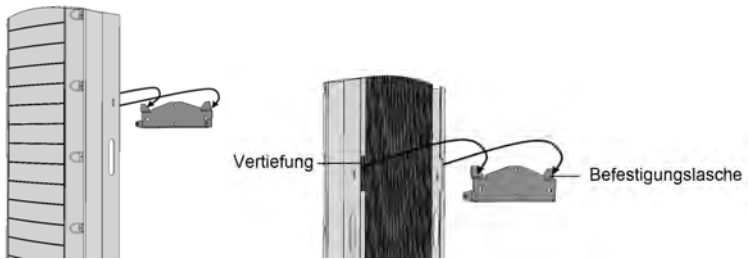

Abbildung 9: Aufhängen des Wechselrichters auf der Halterung
- Stellen Sie sicher, dass sich die flache Kante der Halterung wie in *Abbildung 9* unten befindet.
5. Hängen Sie den Wechselrichter auf die Halterung (siehe *Abbildung 9*): Heben Sie den Wechselrichter seitlich, oder halten Sie ihn unten und oben fest, um das Gerät in die Halterung einzuhängen.
7. Führen Sie die beiden im Lieferumfang enthaltenen Schrauben durch die äußeren Lamellen des Kühlkörpers in beide Seiten des Wechselrichters und in die Halterung ein (siehe *Abbildung 9*). Ziehen Sie die Schrauben mit einem Drehmoment von 4.0 N*m an.